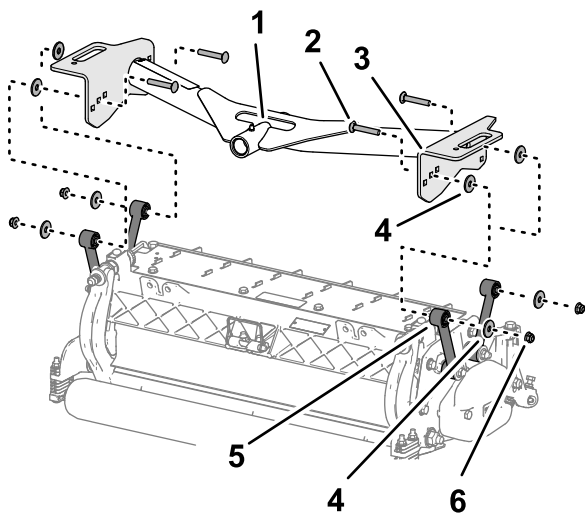

Figura 17
1. Aliniați orificiile din plăcile cadrului de susinere față cu orificiile din plăcile de montare ale unității de tăiere (Figura 17).
2. Aliniați o aibă între placa de susinere și articulaia (Figura 17) și asamblați lejer plăcile și distanțierul cu un urub de fixare ($\frac{3}{8} \times 2 \frac{1}{4}$ "), aibă și contrapiuliă cu guler ($\frac{3}{8}$ ").